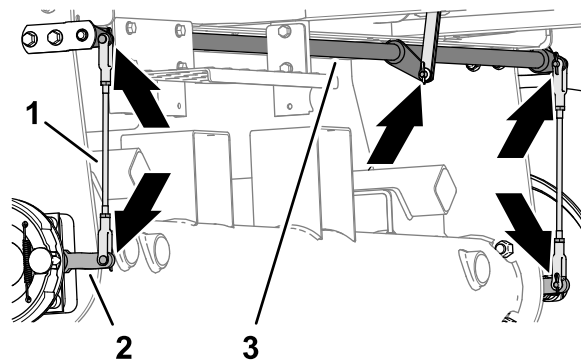

Рисунок 84
1. Проверьте механизм на наличие повреждений и износа левого и правого стержней тормоза в сборе (Рисунок 84).
2. Проверьте поворотный вал тормоза (Рисунок 84) на наличие повреждений и износа.